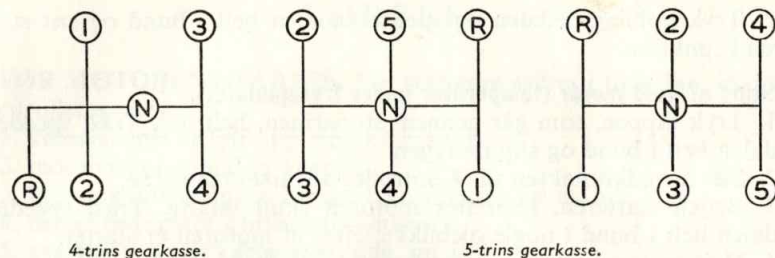

Fig. 3. Gearstangens stillinger.
**GEARSKIFTNING (fire-trins gearkasse).** Skiftestangens stillinger er vist på knoppen på skiftestangen (se også fig. 3). Der er fire fremgear og et bakgear med synkronisering mellem 4., 3. og 2. gear. – Bakgearet ligger helt til venstre. For at bringe gearskiftestangen i bakgearstilling må man først overvinde en fjedermodstand; den nemmeste fremgangsmåde er at give skiftestangen et let slag med håndfladen mod venstre, hvorved modstanden overvindes, og der kan uden vanskelighed skiftes til bakgear.
For at sikre lydløst indgreb ved gearskiftning bør man benytte dobbeltudkoblingsmetoden (se ovenfor). Skiftestangens stillinger er vist på knoppen på skiftestangen på alle modeller undt. KC og KD (se også fig. 3).